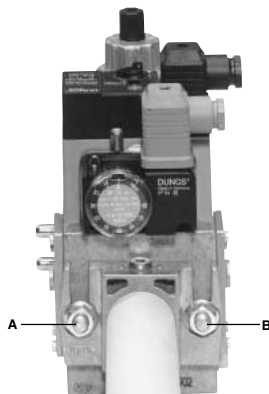
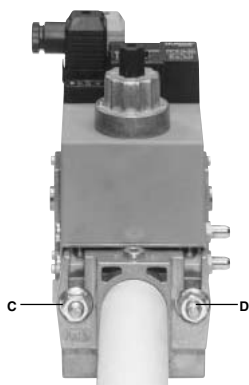
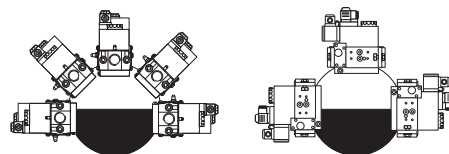

Fig. 5
Fig. 6
Fig. 8
3. Strangeti suruburile A, B, C si D (Fig. 5 - Fig. 6), conform pozitiei de montare (Fig. 8) ;